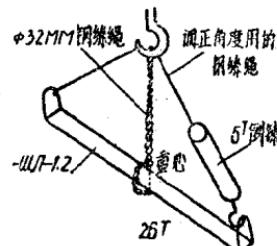

图 1-1 III-II-1, 2綁繩圖
3. 炉前斜护板III-1、2組合件的綁繩方法改变，使用一根鋼絲繩分2股把組合件的重心提住，然后利用一个5吨倒鍊和一根翻过行車大鉤的鋼絲繩來調整护板的角度，这样在吊裝過程中要想改变护板的角度是很容易的(如图1-1所示)。